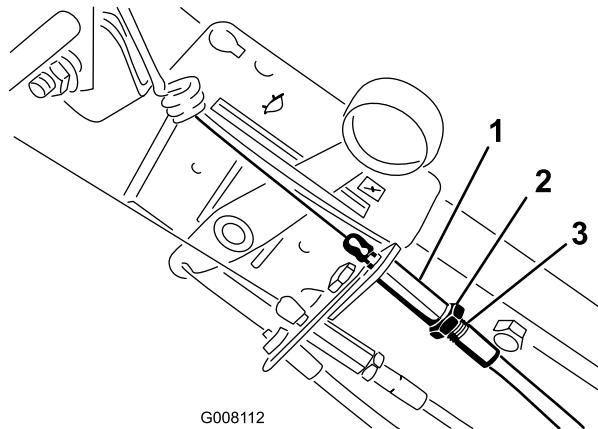

Bild 28
4. Stellen Sie den Zugeinsteller am Griff so ein, dass 6 mm des Gewindes sichtbar sind, ziehen Sie die Mutter dann fest (Bild 28).